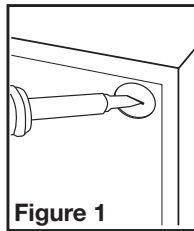

Figure 1
3. Using a straight-blade screw driver remove the electrical knockout from the housing (Figure 1).
2. Choisir un emplacement pour votre ventilateur. Pour garantir la meilleure qualité d'air et performance acoustique, il est recommandé que la longueur de la canalisation et le nombre de coudes soient réduits au minimum, que le rayon de chaque coude soit aussi grand que possible pour l'installation, et que des conduits rigides isolés soient utilisés. Ce ventilateur nécessitera au moins 20,3cm (8po) de dégagement dans le plafond ou le mur, et s'installe au travers de cloison sèche d'une épaisseur de jusqu'à 1,9cm (3/4po). Le ventilateur s'installe entre 40,6cm ou 61cm (16po ou 24po) au centre des solives à l'aide des quatre (4) traverses de montage incluses.
3. À l'aide d'un tournevis à lame droite, retirez la découpe électrique du boîtier (Figure 1).